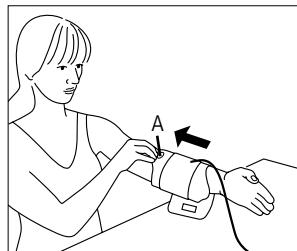

Fig. 1
- A medição tem de ser feita na parte superior do braço, sem roupa. Se a braçadeira estiver completamente aberta, introduza o fim da braçadeira através do fecho de estribo, de maneira a formar um laço. Neste caso, o fecho de velcro tem de ficar do lado exterior. Segure a braçadeira pela respetiva pega (ver Fig. 1) e faça-a deslizar até à parte superior do braço.